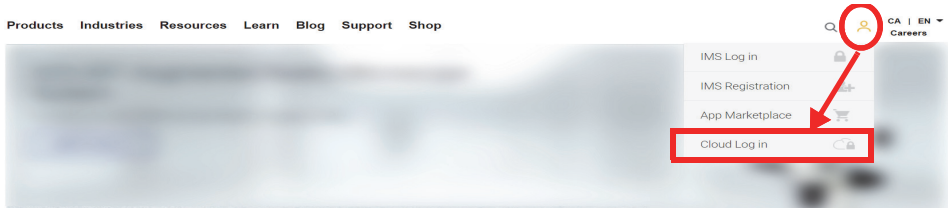

Figura 10-1 Acceso a la nube
2. Cree o únase a una cuenta existente en la OSC (un administrador crea la cuenta e invita a todos los otros usuarios). Diríjase al ciber sitio www.olympus-ims.com, y seleccione **Iniciar sesión en nube** (Cloud Log In), tal como se muestra en la Figura 10-1 en la página 249.